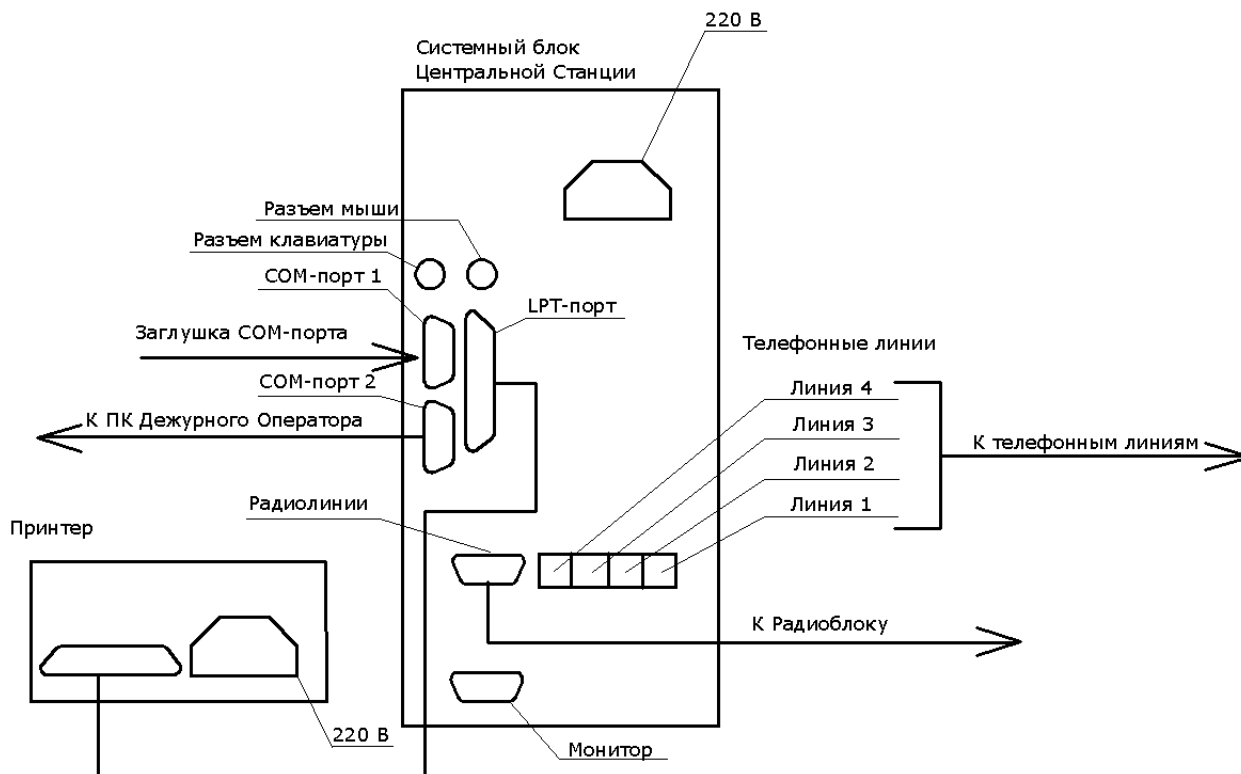

Рисунок 12 - Подключение внешних устройств
- Подключите линковочный кабель, идущий к COM-порту компьютера с ПО «Андромеда» (на рис. 12 не показано), к COM-порту 2 процессора ЦС.